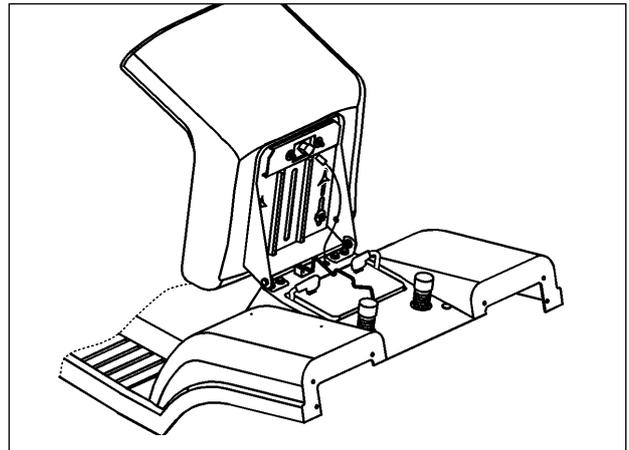

Abb. 8
Die Batterie befindet sich unter dem Sitz und sollte zum Aktivieren ausgebaut werden (Bild 8).
4. Batterie wieder in den Traktor einbauen und mit Befestigungsgestänge festsetzen (Abb. 8).